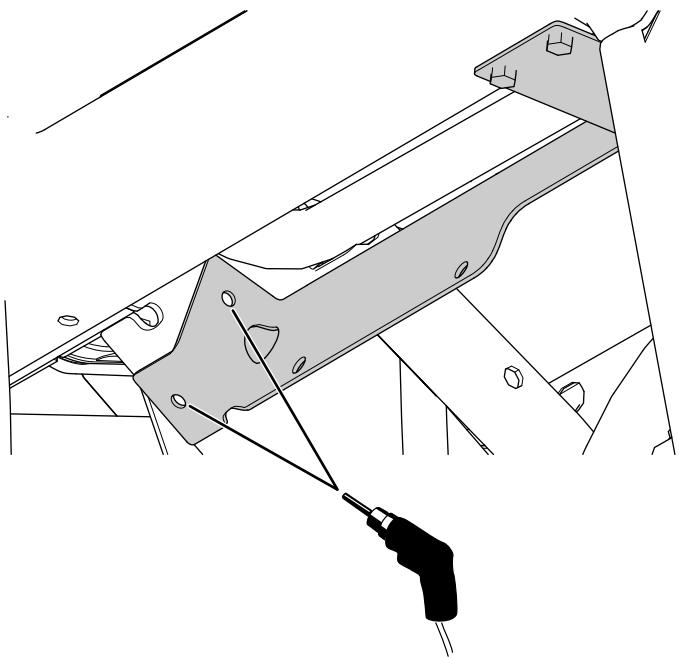

Bild 26
- C. Verwenden Sie die Heizungshalterung als Schablone und bohren Sie zwei Löcher (5/16") in die Armaturenbretthalterung (Bild 26).